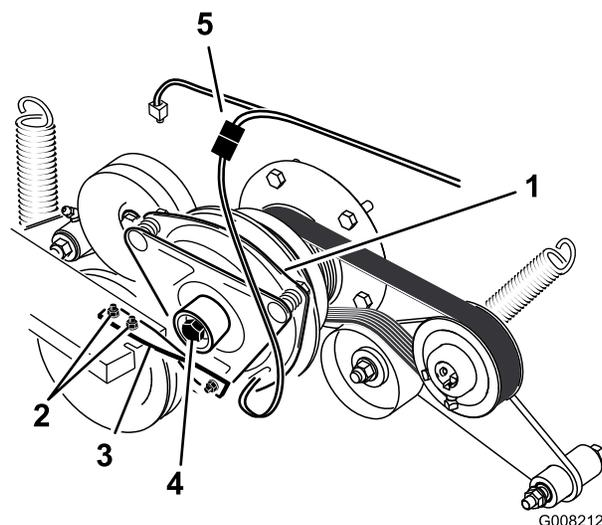

Figure 53
6. Débranchez la connexion électrique de l'embrayage (Figure 53).
7. Déposez les deux boulons qui fixent la barrette d'embrayage en caoutchouc au châssis du plateau de coupe (Figure 53).
8. Déposez le boulon central de fixation de l'embrayage à l'arbre du moteur, et déposez l'embrayage et la clavette (Figure 53).
15. Tout en maintenant le vilebrequin à l'arrière de la machine, posez le boulon central et serrez-le à 68 Nm (Figure 53).
16. Fixez la barrette caoutchouc de l'embrayage sur le châssis du plateau de coupe au moyen des deux boulons et écrous retirés précédemment (Figure 53).
18. Branchez la connexion électrique de l'embrayage (Figure 53).